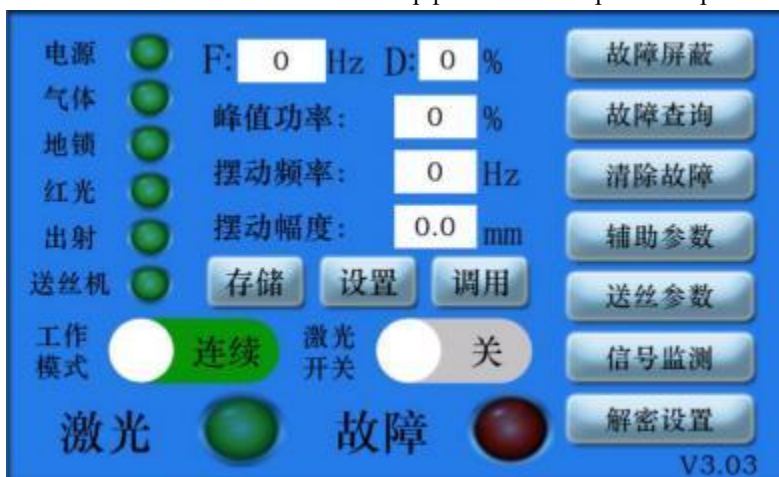

Рисунок 5.2 Основной интерфейс с сенсорным экраном
- (1) Подключитесь к указанному источнику питания.
- (2) Доступ к указанному газу.
- (3) Поверните переключатель, чтобы включить сварочный аппарат.
- (4) Проверьте красный сигнал светофора и зеркала заднего вида.
- (5) Нажмите поочередно на пиковую мощность, частоту и амплитуду колебаний основного интерфейса на сенсорном экране, чтобы задать соответствующие параметры (рис. 5.2).